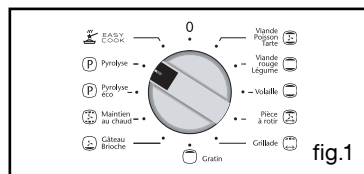

fig.1
sur la position  "Pyrolyse" ou sur la position  "Pyrolyse ECO" (fig.1).
- Dévissez le hublot (fig.1).